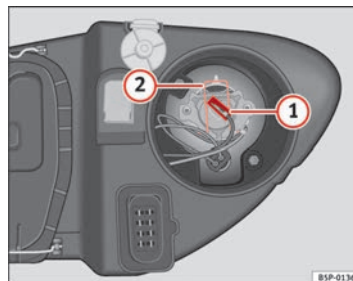

Fig. 183 Luz de carretera
- Extraiga el conector ⇒ fig. 183 ① de la lámpara.
- Presione el resorte ⇒ fig. 183 ② hacia dentro y hacia la derecha.